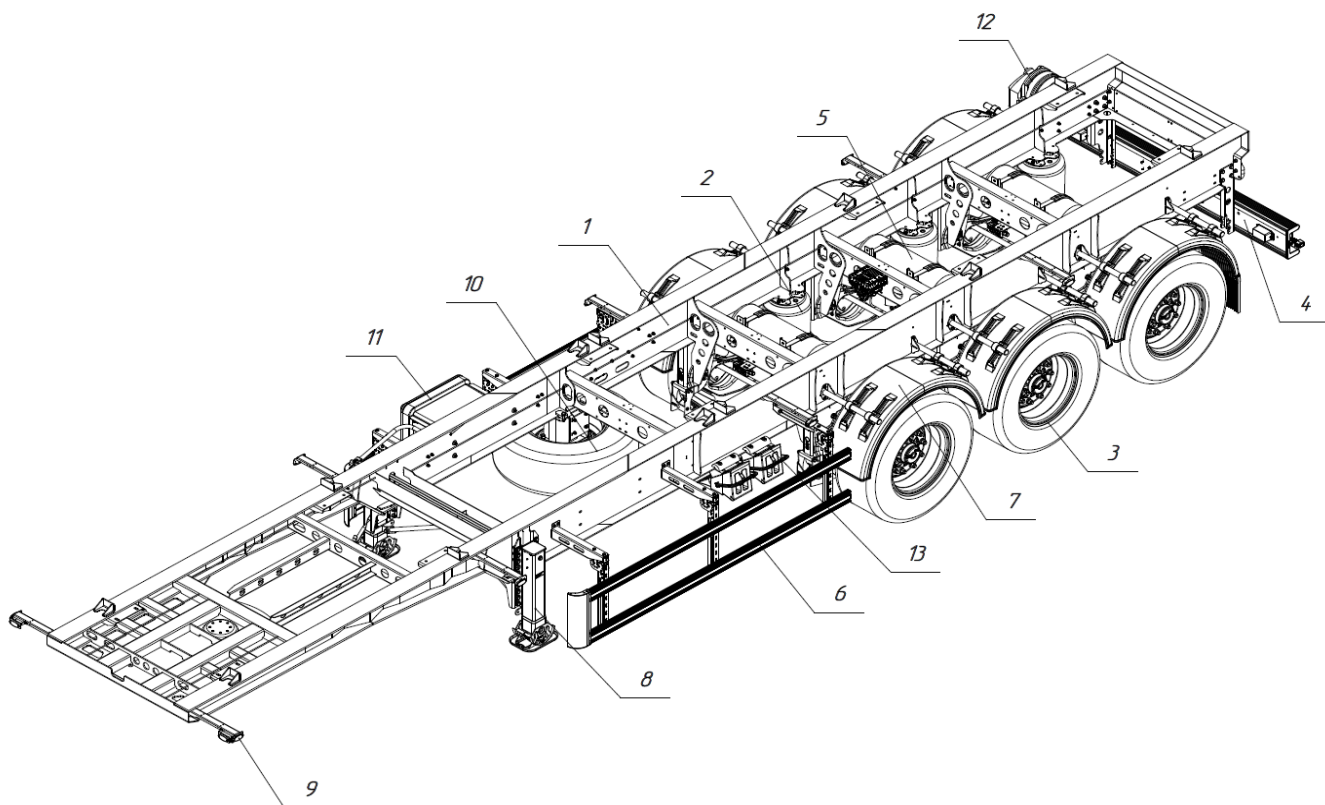

Рис. 1.3 - Шасси полуприцепа
На рис. 1.3 представлено шасси полуприцепа, состоящее из рамы (1), подвески (2), осей с колесами в сборе (3), заднего защитного устройства (4), пневматической тормозной системы (5), боковой защиты (6), крыльев (7), опорного устройства (8), электрооборудования (9), устройства удержания запасного колеса (10), инструментального ящика (11), умывальника (12) и противооткатных упоров (13).